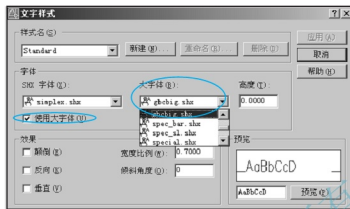

图 3.5 选择“gbcbig.shx”大写字体
② 勾选【使用大字体】复选框，然后打开【大字体】下拉列表，选择“gbcbig.shx”选项，如图 3.5 所示。
③ 将【文字样式】对话框中的【宽度比例】值改为“0.7”，高度仍然为“0”，其他设定不变，单击【应用】按钮后关闭对话框。